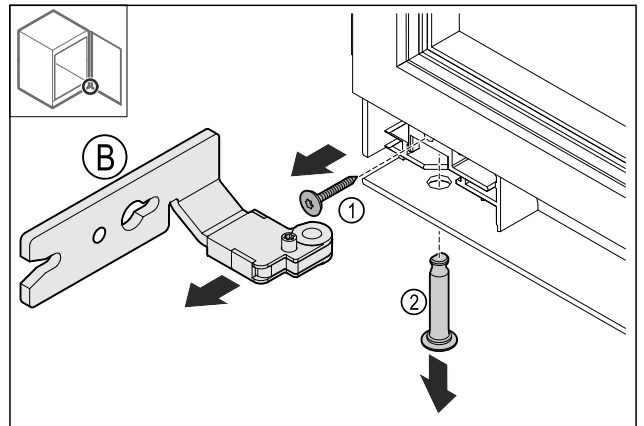

Fig. 16
- Poista ruuvi Fig. 16 (1).
- Poista pultti Fig. 16 (2).
- Poista sarana Fig. 16 (B).